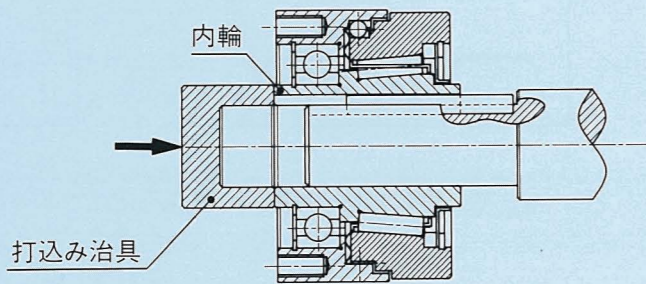

図3 BEARCLUTCH-ONEWAYの軸への取付け
2. 軸にBEARCLUTCH-ONEWAYを取付けるときは、図3のように内輪だけに力を加えて挿入するようご注意ください。